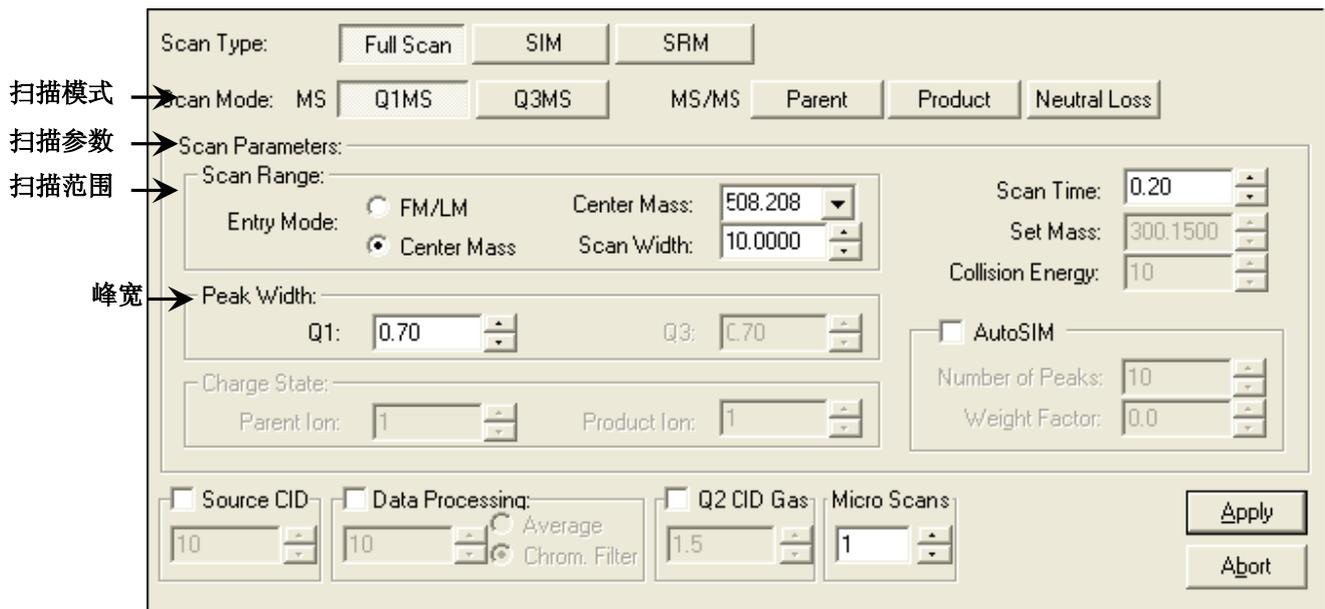

图 2-7. 定义扫描视图，图中显示的是要得到稳定的离子流的典型设置
- b. 在工作区域右上角的定义扫描视图中选择Scan Type: 点击Full Scan按钮显示Scan Parameters, 见图2-7。